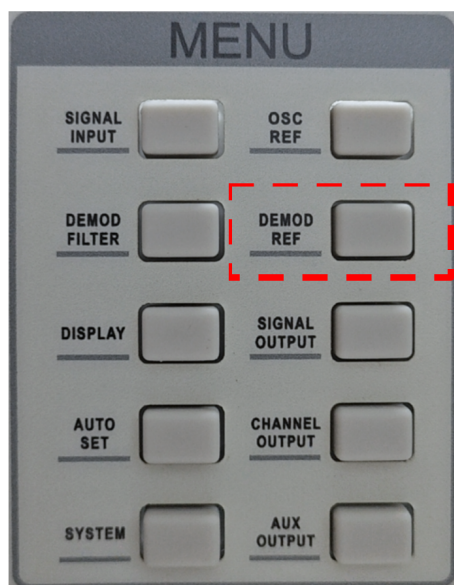

图 102. [DEMOD] 子菜单位置
4. 按下前面板 [DEMODO REF] 按键（图102所示）进入子菜单。